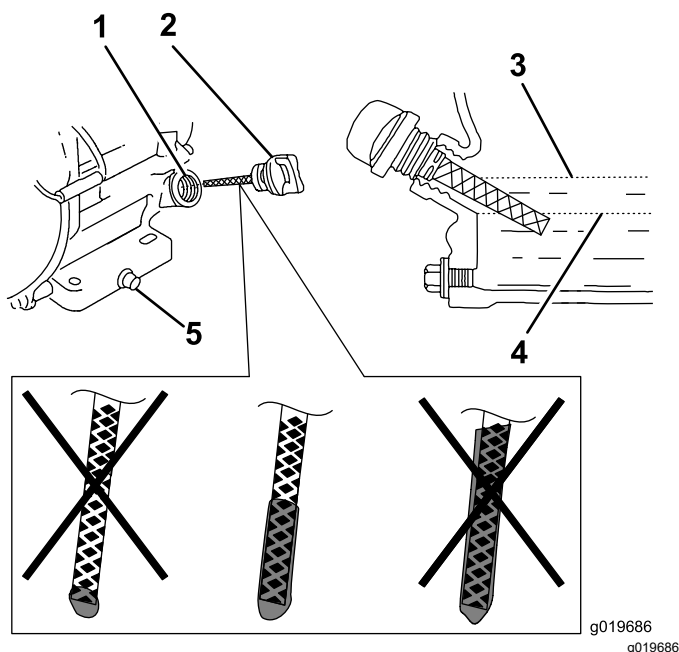

Bild 28
6. Nehmen Sie den Peilstab heraus und prüfen Sie den Motorölstand (Bild 28).